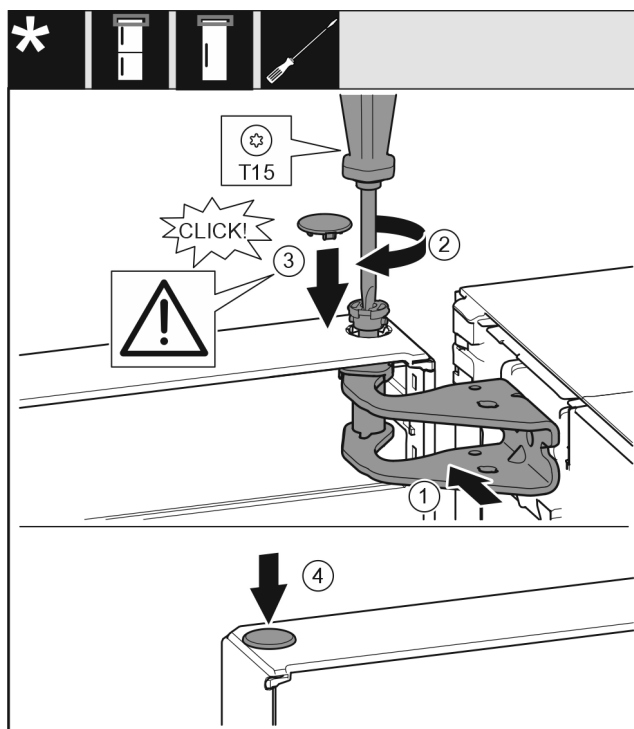

Fig. 26
- Orientar la parte superior de la puerta respecto a la apertura del soporte de apoyo. Fig. 26 (1)
- Inserte el perno Fig. 26 (2) y apriételo con un destornillador.
- Monte la cubierta de seguridad Fig. 26 (3) para asegurar la puerta: Introduzca la cubierta de seguridad y compruebe que se apoya en la puerta. De lo contrario, inserte los pernos completamente.
- Inserte el tapón Fig. 26 (4).